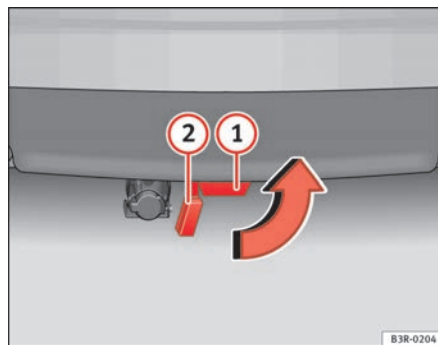

Fig. 157 Paraurti posteriore: collocare il tappo
- Estrarre il gancio a testa sferica dall'attacco **1** ⇒ fig. 157, tirandolo verso il basso. L'attacco viene automaticamente chiuso dal coperchio **2**.